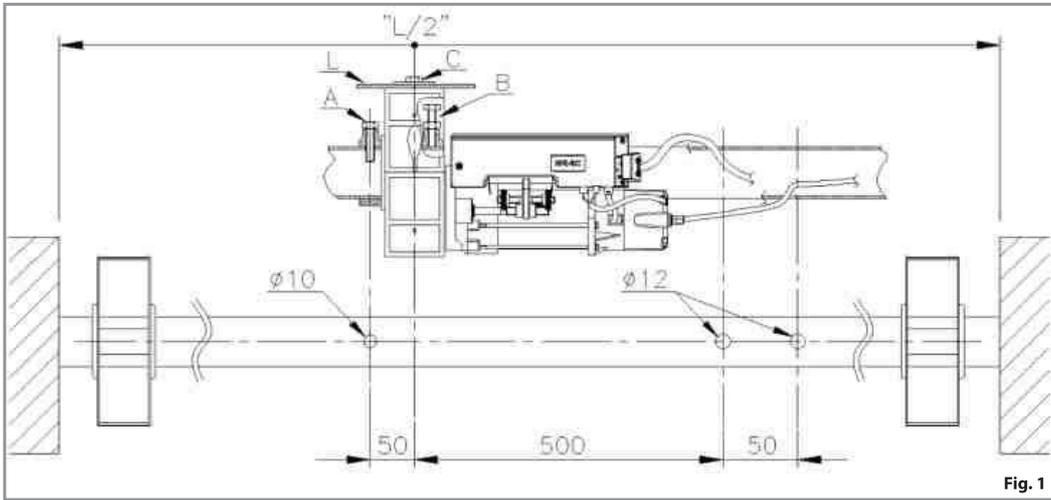
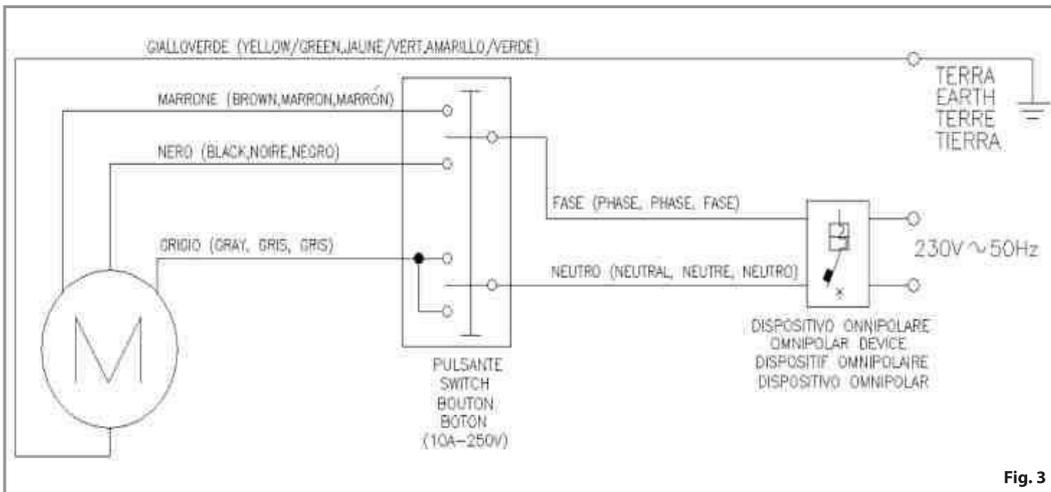

Fig. 1
Fig. 3
- 2) Effectuer sur l'arbre du rideau les trois crevaisons comme indiqué en fig.1.
- 3) Déplacer la vis M10 (C) de la couronne du motoréducteur.
- 5) Enlever délicatement la bande en plastique avec roulements (F), en faisant très attention à éviter les pliages qui causeraient l'écoulement des roulements.
- 6) Séparer les deux éléments du motoréducteur en dévissant les quatre vis M8 (H).
- 7) Dans le cas où l'arbre du rideau est inférieur à 60mm tirer profit des appropriés manchons de réduction Ø33 / Ø42 / Ø48 (I) en leur donnant une épaisseur rapport au trou d'un diamètre de 10mm effectué auparavant (Fig.1).
- 8) Accoupler sur le tube du rideau le corps inférieur avec le corps supérieur par les quatre vis M8 (H) enlevées précédemment.
- 9) Visser la vis M10 (A) privée de l'écrou hexagonal et la faire pénétrer à l'intérieur de la fibre du rideau dans le trou de 10mm (Fig.1).
- 10) Visser la vis M10 avec l'écrou (B) de manière à bloquer le motoréducteur sur l'arbre et serrer le susdit écrou.
- 11) Appliquer dans la plate appropriée la bande in plastic avec roulements (F).
- 13) Effectuer un trou de 12mm dans le dernier élément du rideau (L), en correspondance du trou passementé M10 déjà existant dans la couronne du rideau.
- 14) Fixer le dernier élément du rideau sur le moteur avec la vis M10 (C) et la rondelle (Fig.1).
- 15) Faire les connexions électriques comme indiqué en fig.3 en passant le câble 4x0.75 mm² à l'intérieur de l'arbre du rideau tout en évitant tout contact avec les parties tournantes (Fig.1). En présence de moteur avec de l'électro-frein, introduire la gaine du frein à l'intérieur du second trou Ø12 (ne pas plier le câble à une courbure trop prononcée).
- 20) Dans le cas d'une installation contraire par rapport à la Fig.1, agir de manière inverse à ce qui a été décrit vu que le microinterrupteur 2 arrêtera la descente tandis que le microinterrupteur 1 arrêtera la montée.
- 2) Efectuar sobre el árbol del cierre metálico los tres taladros como mues la fig.1.
- 3) Extraer el tornillo M10 (C) de la corona del motorreductor.
- 6) Separar los dos elementos del motorreductor destornillando los cuatro tornillos M8 (H).
- 7) En el caso de que la barra del cierre sea inferior a 60mm utilizar los mandos de reducción existentes Ø33 / Ø42 / Ø48 (I) a tal efecto, posicionando la barra de referencia al agujero de diametro 10mm efectuado precedentemente (Fig.1).
- 8) Ensamblar sobre el árbol del cierre metálico el cuerpo inferior con el superior a través de los cuatro tornillos M8 (H) que se quitaron precedentemente.
- 9) Atornillar el tornillo M10 (A) sin la tuerca.
- 10) Atornillar el tornillo M10 con tuerca (B), de tal modo que se bloquee el motorreductor en la barra y apretar la mencionada tuerca.
- 11) Colocar en el lugar correspondiente la faja de plástico con rodamiento (F).
- 12) Colocar las semicoronas (D) apretandolas con los dos tornillo M8. En el caso de tambor puertamolle diametro 220 mm es necesario montar el eslabón de plástico (K) sobre la corona del motor.
- 13) Effectuar un taladro de 12mm en el ultimoelemento del cierre metálico (L) en correspondencia del taladro fileteado M10 ya existente sobre la barra del motor.
- 14) Llevar el ultimo elemento del cierre metálico sobre el motor y fijarse en él a través del tornillo M10 (C) con randella (Fig. 1).
- 15) Llevar a cabo las conexiones eléctricas como mues la fig.3 pasando el cable 4x0.75 mm² situado en el interior de la barra del cierre evitando cualquier contacto con las partes giratorias. En presencia de motor con electrofreno, introducir la funda del freno dentro del segundo taladro Ø12 (Dejar el cable de tierra con una curvatura pronunciada).
- 2) Efetue no veio da grade de enrolar os três orifícios mostrados na fig. 1.
- 13) Faça um orifício de 12 mm no último elemento da grade de enrolar (L) em correspondência com o furo roscado M10 já existente na coroa do motorreductor.
- 14) Coloque o último elemento da grade de enrolar no motorreductor e fixe-o com o parafuso M10 (C) com anilha (ver fig. 1).
- 15) Execute as ligações elétricas mostradas na fig. 3 passando o cabo de alimentação 4x0,75 mm², por dentro do veio da grade de enrolar evitando qualquer contato com as partes móveis (fig. 1). Em caso de motorreductor com travão elétrico, insira a bainha do travão dentro do outro orifício de Ø12 (evite de qualquer forma criar dobras no cabo e fazê-lo executar curvas muito acentuadas no seu percurso até ao chão após o tubo).
- 20) No caso de instalação contrária em relação à fig. 1 agir de forma inversa ao que é descrito, visto que o microinterruptor 2 irá parar a descida e o microinterruptor 1 irá parar a subida.